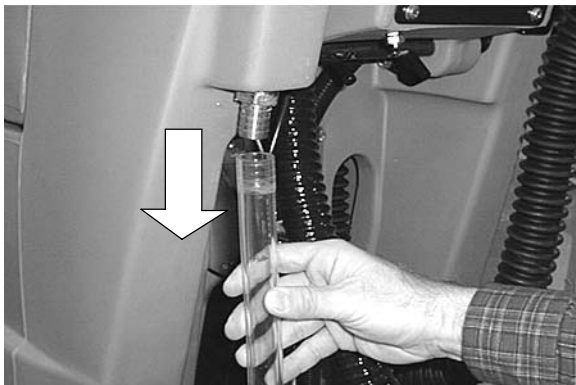

FIG. 20
1. Retirez le tuyau transparent de la pointe réceptrice qui se trouve à l'arrière de la machine et vidangez la solution dans un trou de vidange au sol ou dans un seau (Figure 20).